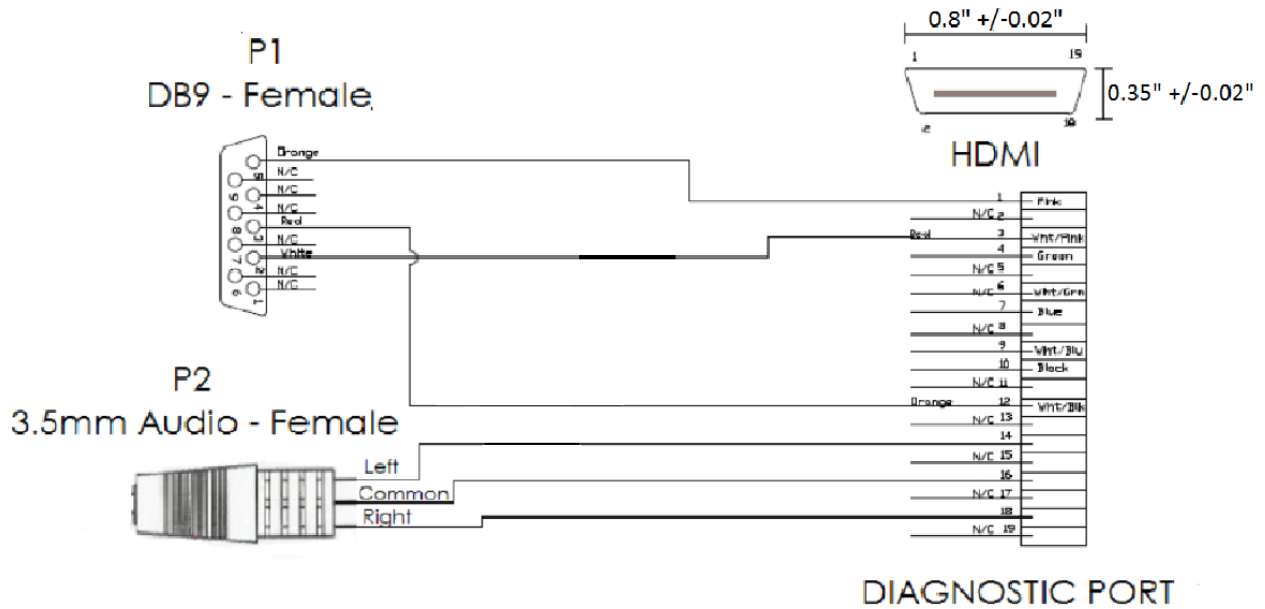

Figure 1 : Câble de communication Appel infirmière/EMR
Le câble de communication de l'appel infirmière/EMR (pièce n° 3100897) comprend une prise audio stéréo à 3 broches de 3,5 mm (voir P2 dans la figure 1) destinée à signaler un état d'alarme dans un système hospitalier d'appel infirmière et une prise données femelle DB9 pour l'interfaçage avec des technologies compatibles Dossier Médical Électronique (EMR).
La prise stéréo de 3,5 mm du câble prend en charge les connexions du système d'appel infirmière « normalement ouvertes » et/ou « normalement fermées ». Les signaux sur les contacts à 3 connecteurs sont les suivants (voir P2 dans les figures 1 et 1A) :
4.1 Figure 1 : Schéma de câblage de l'appel infirmière et de l'EMR
Retirer le bouchon en silicone du capteur d'oxygène à l'arrière de l'appareil Precision Flow® Hi-VNI et brancher le connecteur HDMI du 3100897 dans le port HDMI de l'appareil Precision Flow® Hi-VNI. Raccorder l'autre extrémité du câble muni de l'embout adéquat au système hospitalier d'appel infirmière. Consulter les figures 1, 1A et 2 pour prendre connaissance du schéma du circuit et de la référence schématique.
L'appareil Precision Flow[®] Hi-VNI comporte un connecteur de type HDMI à l'arrière de l'unité. Le **câble de communication de l'appel infirmière/EMR Vapotherm (pièce n° 3100897)** comporte un connecteur HDMI à une extrémité et un connecteur RS-232 DB9 femelle à l'autre extrémité. Ce câble peut être utilisé pour connecter l'appareil PF Hi-VNI à un port RS-232 standard d'un système EMR. La broche de ce câble est illustrée à la figure 1.
Retirer le bouchon en silicone du capteur d'oxygène à l'arrière de l'appareil Precision Flow[®] Hi-VNI et brancher le connecteur HDMI du 3100897 dans le port HDMI de l'appareil Precision Flow[®] Hi-VNI. Raccorder l'autre extrémité du câble muni de l'embout adéquat au système hospitalier d'appel infirmière. Consulter la figure 1 pour prendre connaissance du schéma du circuit et de la référence schématique.